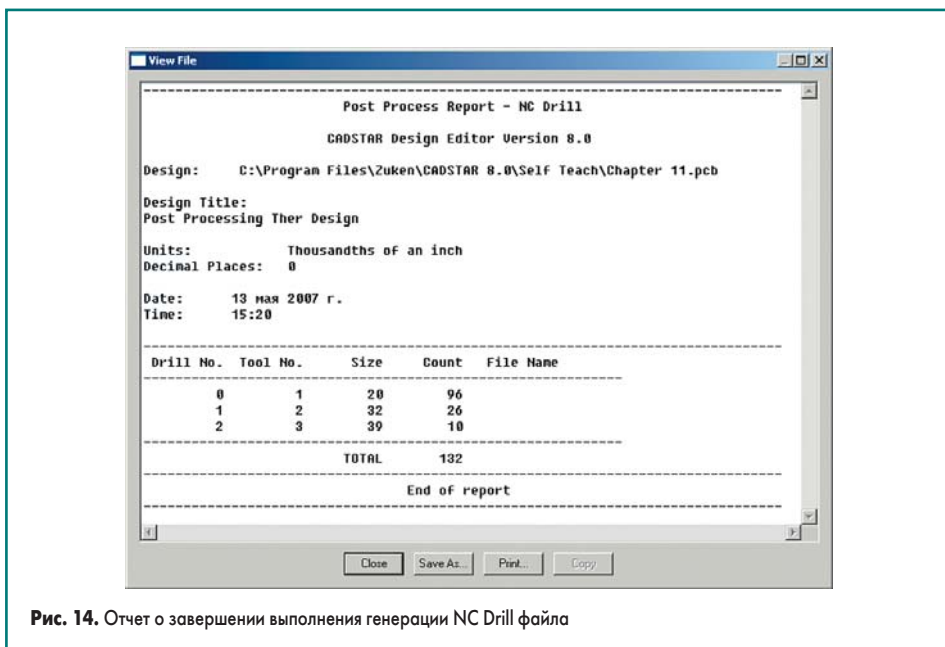

Рис. 14. Отчет о завершении выполнения генерации NC Drill файла
21. Нажмем кнопку Continue и продолжим обработку проекта. На экране появится окно View File с отчетом о завершении выполнения генерации NC Drill файла (рис. 14).